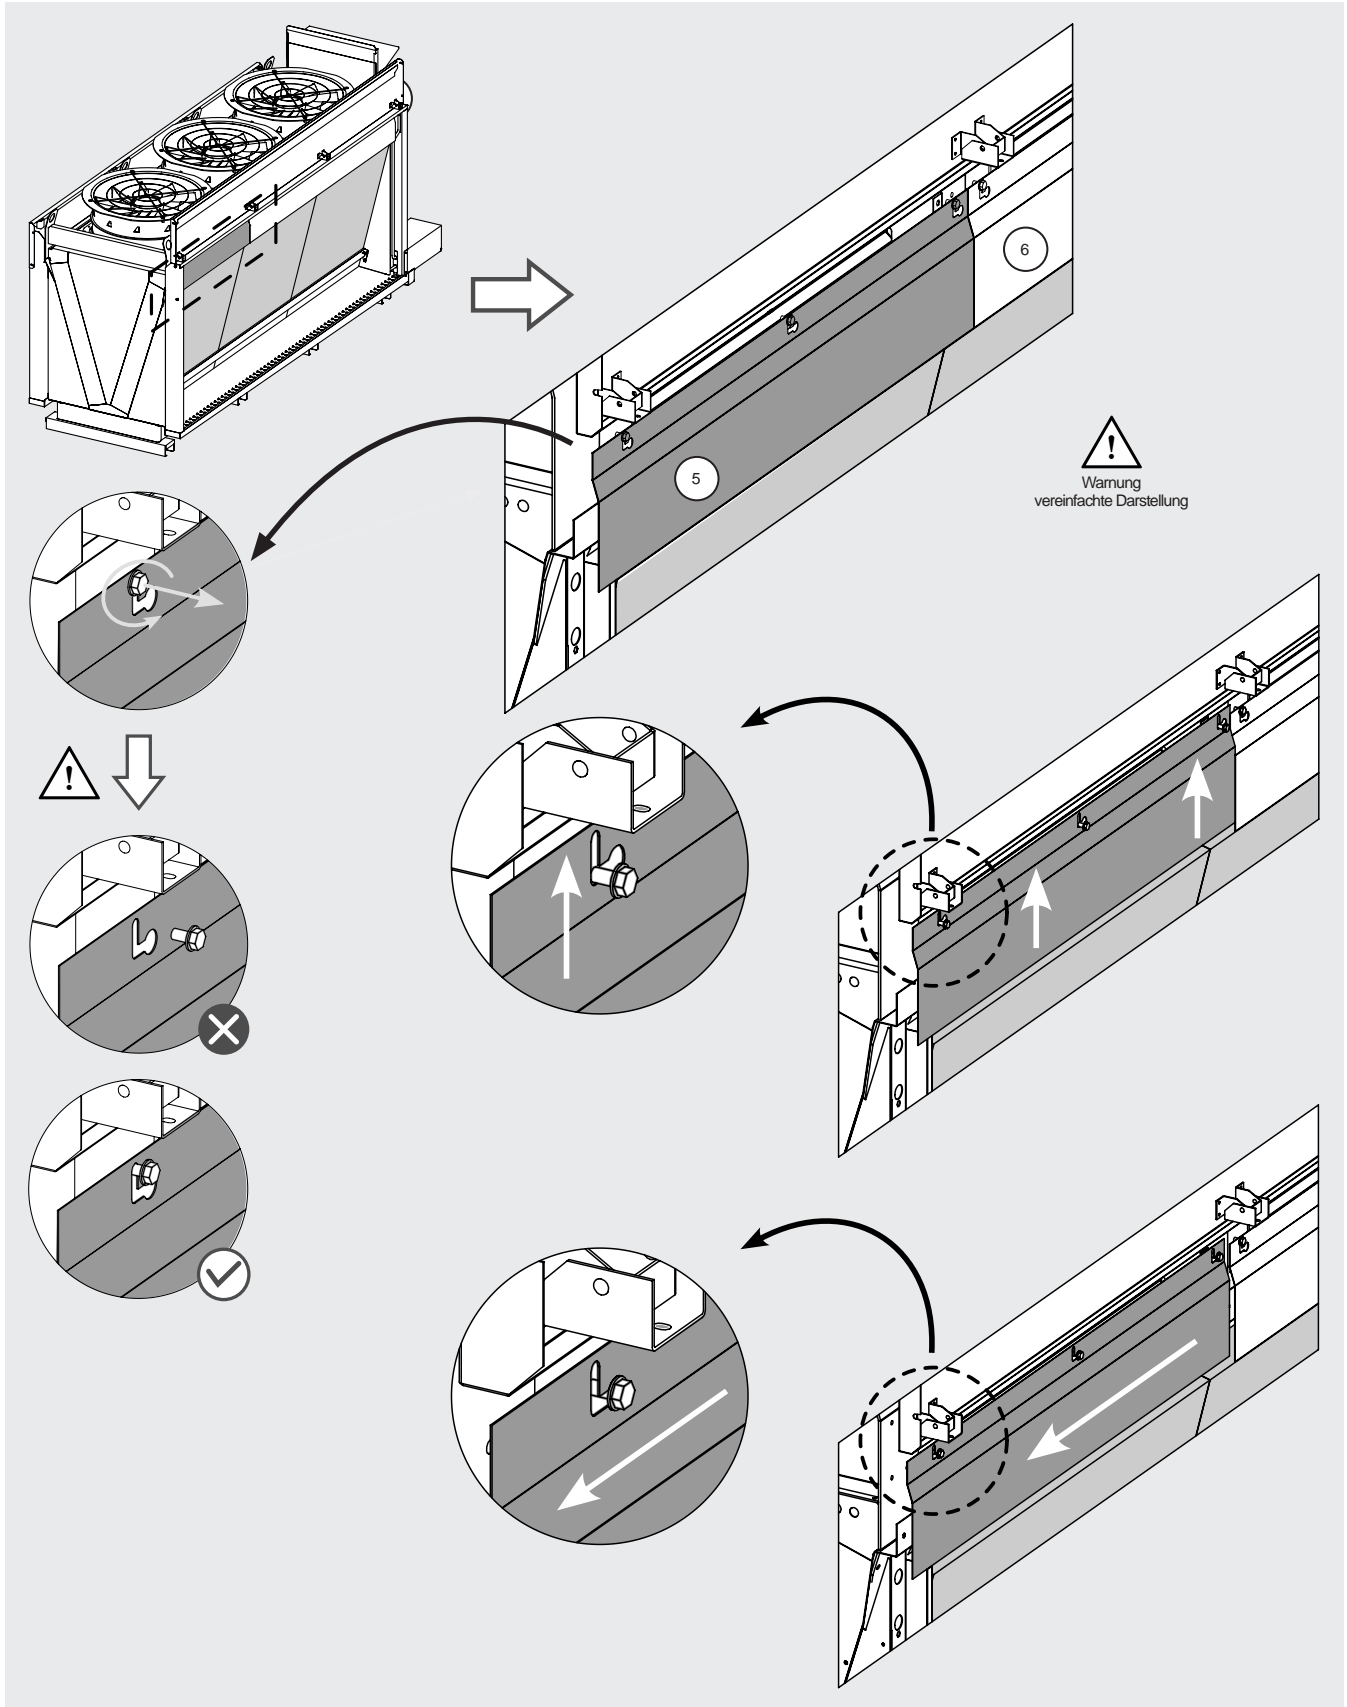

Abbildung 24
- 12.11.20 Lösen Sie die Schrauben (b), mit denen die Abdeckungen (5) und (6) befestigt sind, ohne sie vollständig zu entfernen. Siehe Abbildung 24.